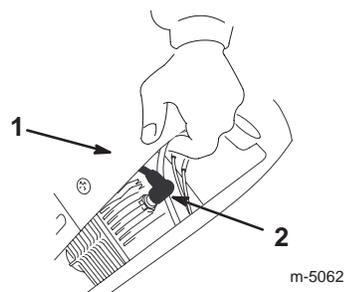

Figure 18
2. Vis de montage (2)
5. Soulevez le carénage et débranchez la bougie (Fig. 18).